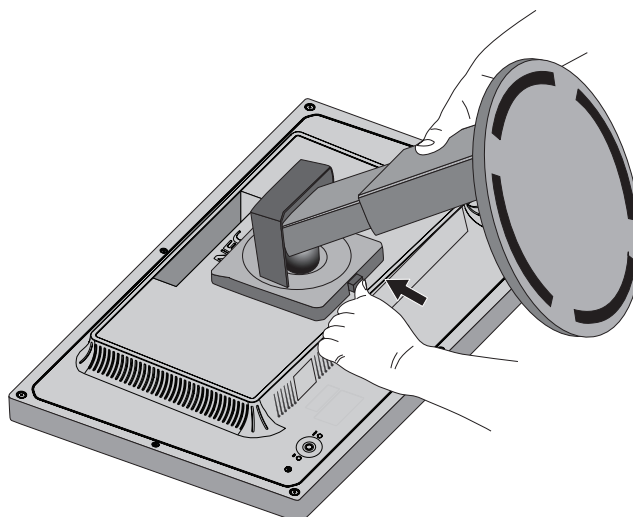

Figura S.1
3. Sitúe el monitor boca abajo en una superficie no abrasiva (**figura S.1**).
Mantenga apretada la palanca de aflojamiento rápido en la dirección indicada por las flechas (**figura S.1**).
5. Levante el soporte para desconectarla del monitor (**figura S.1**).